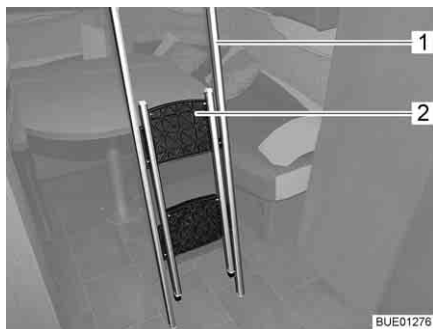
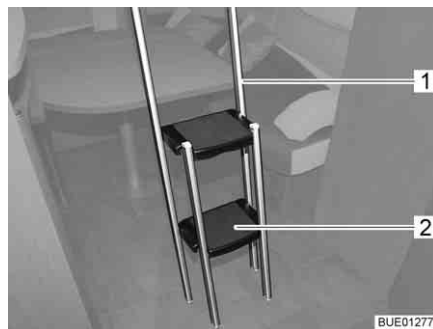

Bild 96 Stege infälld
Bild 97 Stege utfälld
- Ta tag i den övre delen (Bild 96,2) på den infällda stegen (Bild 96,1) och fäll ut den så att alla fyra fötter står stadigt på golvet (Bild 97).
- Fäll in fotstegen (Bild 97,2).
- Lossa stegen (Bild 97,1) från den höjbara sängens list (Bild 95,3).